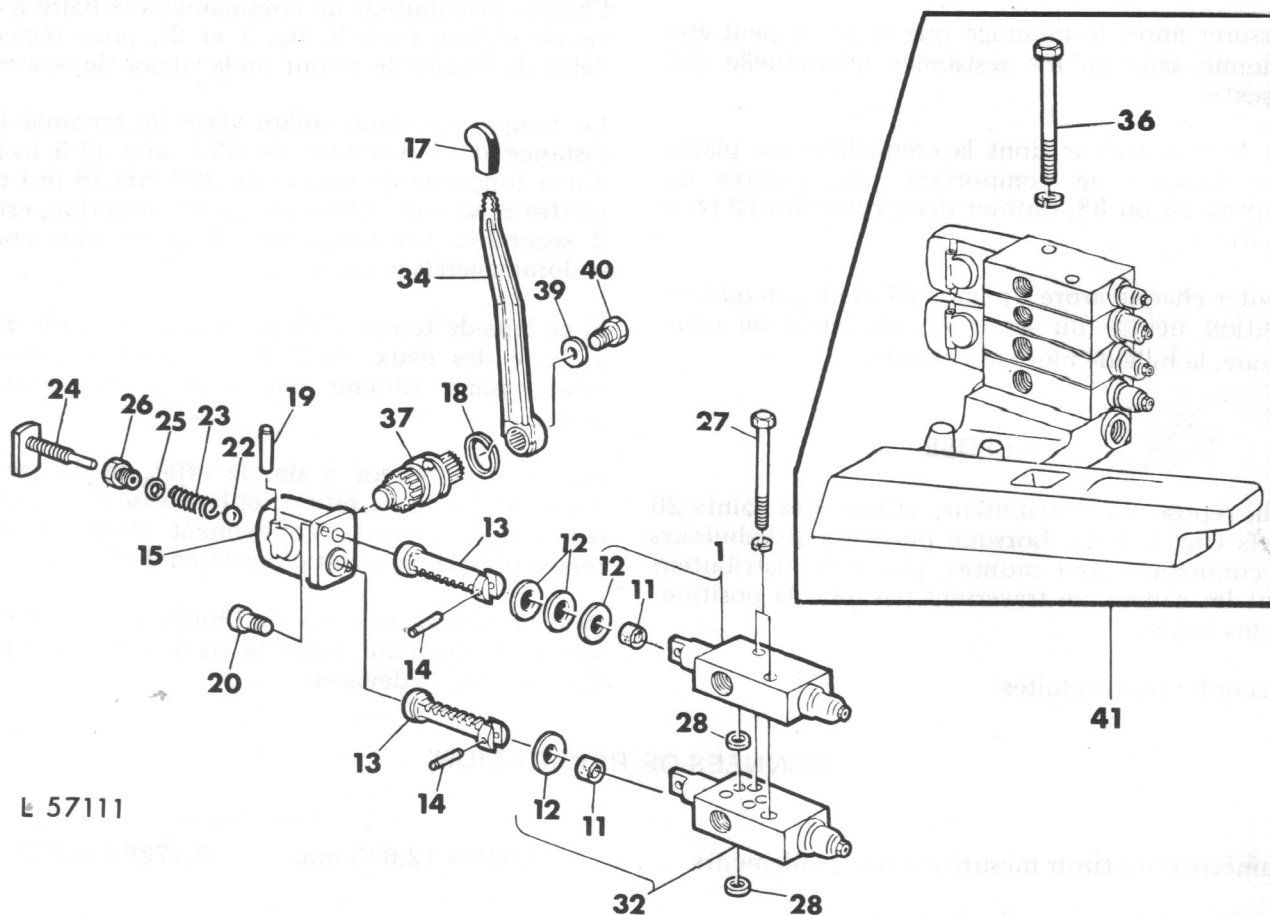

Fig. 4 — Vue éclatée d'un distributeur de commande auxiliaire à double effet
3. Un distributeur de commande auxiliaire à double effet (voir fig. 4)
4. Deux distributeurs de commande auxiliaires à double effet (voir fig. 4)
Si le tracteur est équipé de deux distributeurs de commande auxiliaires à double effet, il y a alors trois distributeurs à canaux d'huile traversants, et un distributeur fermé d'un côté (en haut), ainsi que deux chapeaux 15. Le couvercle 29 n'est pas utilisé (voir fig. 4).